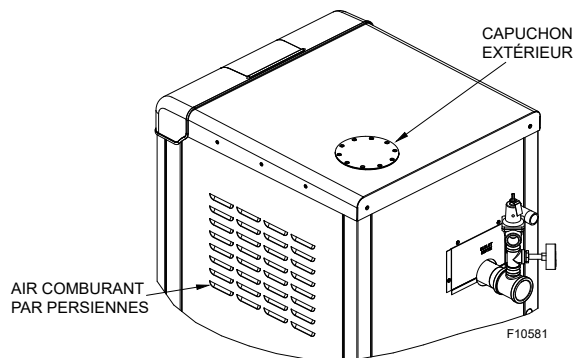

Figure 10. Air comburant, installation extérieure
1. Connectez le conduit d'apport d'air comburant à ce connecteur d'admission d'air. Voir **Figure 4** et **Figure 10**. Retirez et jetez le couvercle extérieur; conservez le joint d'étanchéité. Installez l'adaptateur d'apport d'air (9-V dans l'illustration des pièces). Connectez la quincaillerie de ventilation au raccord d'évacuation. Étanchéifiez tous les joints et les vis avec un produit d'étanchéité de type RTV (non fourni). Tous les conduits doivent être correctement supportés.